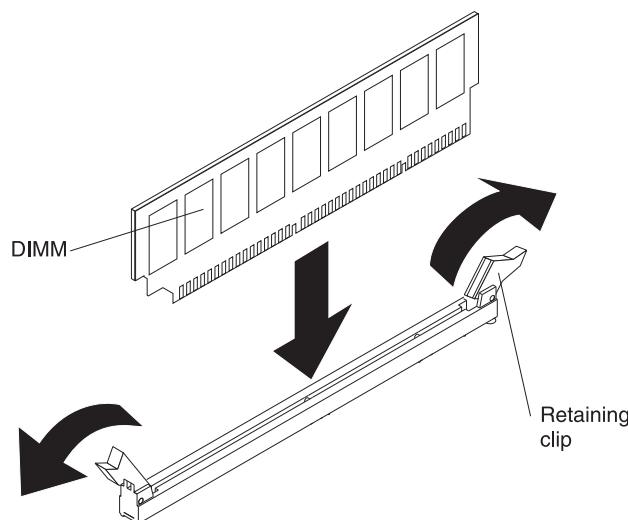

Figura 81. Instalando o DIMM
5. Insira o DIMM no conector alinhando as bordas do DIMM com os slots nas extremidades do conector DIMM, conforme mostrado na Figura 81. Pressione com firmeza o DIMM diretamente para baixo no conector, pressionando ambas as extremidades do DIMM ao mesmo tempo. Os cliques de retenção se encaixam na posição travada quando o DIMM é assentado firmemente no conector.